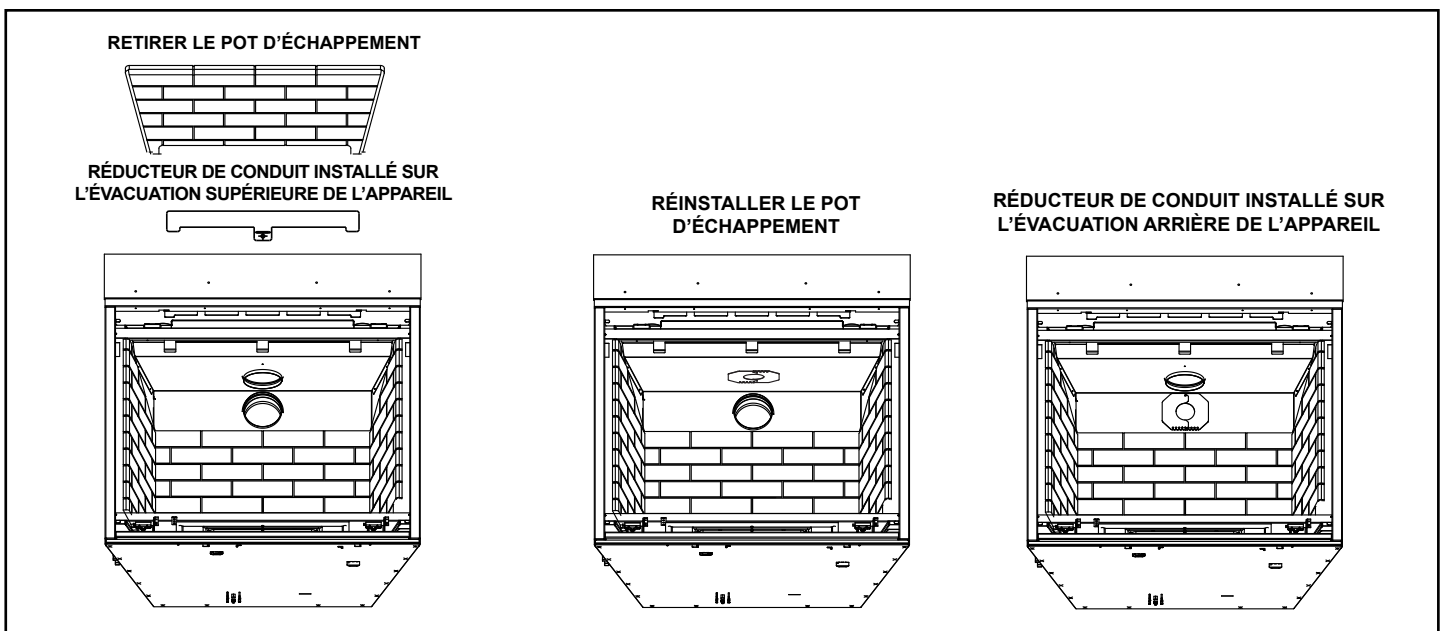

Figure 4.15
1. Retirez la pièce supérieure du réfractaire, si déjà installée. Voir la figure 4.15.
2. Retirez la visière du conduit et la mettre au rebut. Voir la figure 4.15.
5. Centrez les deux pièces du réducteur de conduit sur le conduit d'évacuation au réglage sélectionné à l'étape 4 et en fixant à l'aide des deux vis autotaraudeuses. Voir la figure 4.15.